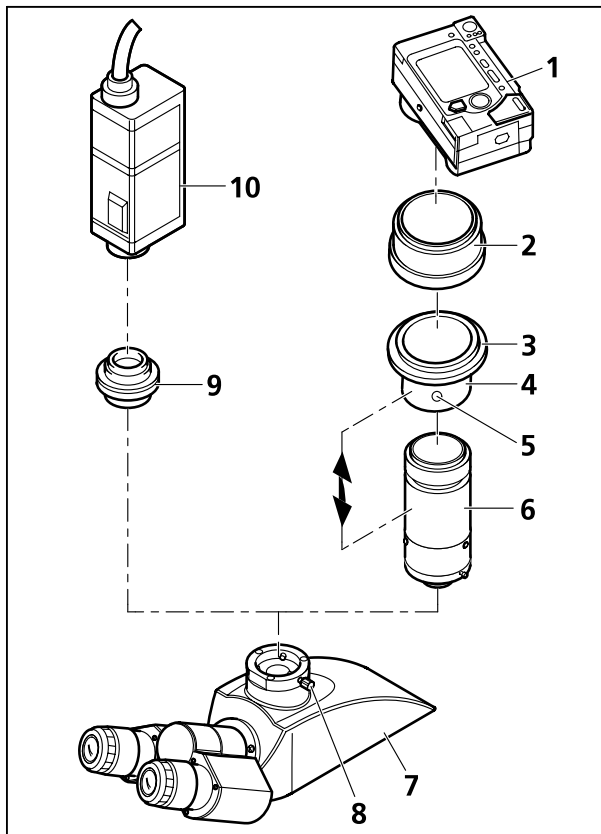

Figura 32 Fixar uma câmera
- Dado o caso, fixar ao princípio o fototubo (Figura 32/7) (vide item 3.5.1).
- Soltar o parafuso de aperto (Figura 32/8) e remover a tampa protetora do fototubo.
- A armação deslizante (Figura 32/4), o anel roscado adaptador M37/52 (Figura 32/3) e a armação de lente (Figura 32/6) são fornecidos como grupo pré-montado chamado de **Adaptador para câmera digital P95 M37/52x0,75**. O desenho ao lado mostra este grupo desmontado. O anel roscado adaptador M37/52 (Figura 32/4) pode ser desenroscado da armação deslizante M37/52 (Figura 32/3) (não representada aqui) para fixar câmeras com rosca M37.
- Montar o anel adaptador (Figura 32/2) (parte do fornecimento da câmera) na câmera (Figura 32/1) (vide as Instruções para o uso da câmera).
- Enroscar a unidade, composta da armação deslizante (Figura 32/4), o anel roscado adaptador M37/52 (Figura 32/3) e armação de lente (Figura 32/6), no anel adaptador (Figura 32/2).
- Inserir a câmera com o adaptador até o encosto no fototubo, alinhá-la e fixá-la mediante o parafuso de aperto (Figura 32/8).
- Possivelmente há que otimizar a distância entre a objetiva da câmera e a armação de lente (Figura 32/6) em função do equipamento do microscópio ou da câmera utilizada (vide a seta dupla). Isto será necessário em particular quando não seja possível obter imagens não cortadas, em nenhuma posição do zoom da objetiva da câmera. Em tal caso, fazer os seguintes ajustes na câmera:
- Soltar o parafuso sem cabeça (Figura 32/5).
- Variar o zoom da objetiva da câmera, desde grande ângulo (W) até tele (T).
- Reapertar o parafuso sem cabeça (Figura 32/5).
Câmaras com rosca C-Mount são acopladas ao fototubo do microscópio, mediante o adaptador P95-C 2/3" 0,65x ou P95-C 1/2" 0,5x (Figura 32/9).
- Inserir a câmara (Figura 32/10) junto com o adaptador apropriado (Figura 32/9) até o encosto no fototubo, alinhá-la e fixá-la mediante o parafuso de aperto (Figura 32/8).